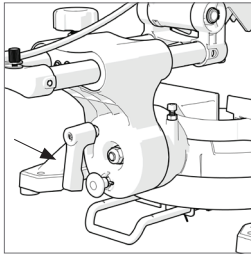

Abb. 33
- Den Feststeller für den Neigungswinkel lösen. (**Abb. 33**)